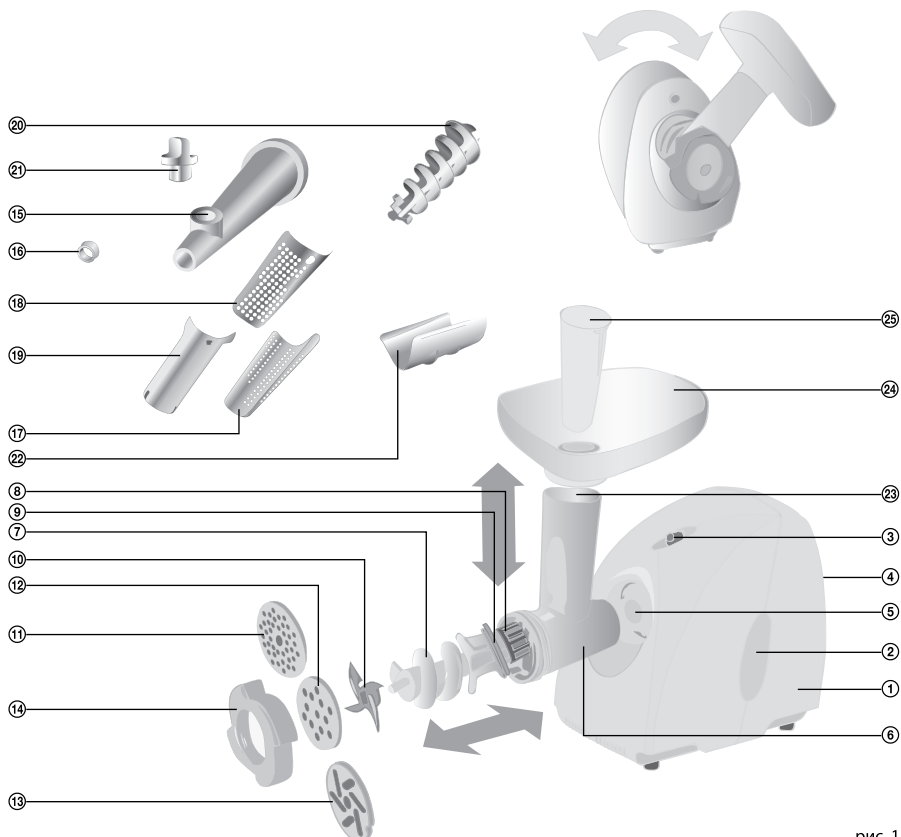

рис. 1
В соответствии с рис. 1 наденьте на шнек А ⑦ уплотнительное кольцо ⑨ и предохранительный колпачок ⑧. Во время установки уплотнительного кольца следите за тем, чтобы поверхность с выступом направлялась к колпачку. На квадрат вала шнека А ⑦ установите нож ⑩ (режущей поверхностью наружу). В зависимости от Вашего выбора, установите одну из измельчающих решеток. Шнек в сборе установите в отсек для помола ⑤ совместив паз на решетке с штифом корпуса, и наверните на корпус гайку ⑭ соблюдая условие: чем хуже качество мяса, тем сильнее должна быть затянута гайка. С учетом повышенной нагрузки на привод, гайку не следует затягивать до упора. Приставку-мясорубку установите на вал привода ⑤ так, чтобы углубления вошли в себя и поверните приставку-мясорубку против часовой стрелки до щелчка. Убедитесь в том, что приставка-мясорубка правильно зафиксирована в своем рабочем положении. К горловине корпуса ⑳ установите чашку ㉑. Выньте шнур питания из отсека привода. При проведении разборки электромясорубки поступайте в обратной последовательности. Примечание: Для фиксации приставки-мясорубки на приводе предусмотрен фиксатор. Для снятия приставки-мясорубки с привода необходимо нажать на кнопку фиксатора и повернуть приставкой-мясорубкой в направлении часовой стрелки.
В соответствии с рис. 1 наденьте на шнек А ⑦ уплотнительное кольцо ⑨ и предохранительный колпачок ⑩. Во время установки уплотнительного кольца следите за тем, чтобы поверхность с выступом направлялась к колпачку. Шнек в сборе А ⑦ вставьте в отсек для помолы ⑥. На вал шнека А ⑦ установите вал шнека В ②⑩. В приставку-соковыжималку и для изготовления колбасных изделий ⑮ установите вкладыш ⑮ и мелкое ситечко ⑮ или грубое ситечко ⑮. Приставку ⑮ установите на вал шнека В ②⑩ и ⑮ и наверните гайку ⑭. Гайкой закрепите приставку ⑮ с отсеком для помолы ⑥ завинчиванием в направлении часовой стрелки. Таким способом приготовленную приставку-соковыжималку установите на вал привода ⑤ так, чтобы углубления вошли в себя и поверните приставкой против направления часовой стрелки до щелчка. Убедитесь в том, что приставка-соковыжималка правильно зафиксирована в своем рабочем положении. К приставке-соковыжималке прикрепите винт для регулировки интенсивности отжима ②①. Винт не затягивайте до упора. В нижнюю часть приставки-соковыжималки наденьте пластиковый сливной носик ②②. К горловине корпуса ②③ установите чашку ②④.